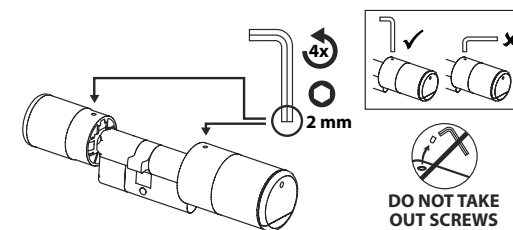

Fig. 2
② L'allentamento e il fissaggio del pomello esterno e interno avvengono tramite uno spinotto filettato integrato nella manopola. Allentare i due spinotti filettati nelle manopole con la chiave esagonale in dotazione (Fig. 2).